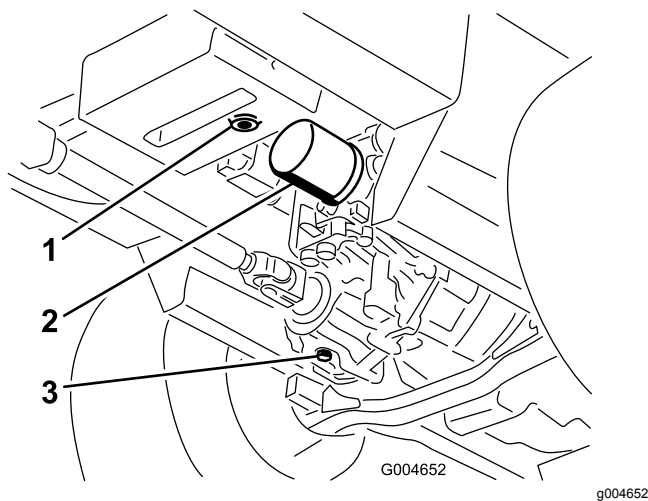

Figura 58
3. Coloque um recipiente grande sob o reservatório hidráulico e cárter da transmissão e retire os bujões, drenando todo o fluido hidráulico (Figura 58).
4. Limpe a zona em redor do filtro de fluido hidráulico e retire o filtro (Figura 58).